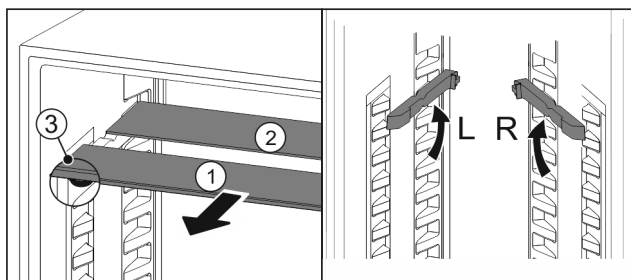

Fig. 159
- ▶ Skleněné desky jednotlivě vytáhněte dopředu Fig. 159 (1).
- ▶ Skleněná deska Fig. 159 (1) s ozdobnou lištou leží vpředu.
- ▶ Zářázky Fig. 159 (3) směřují dolů.